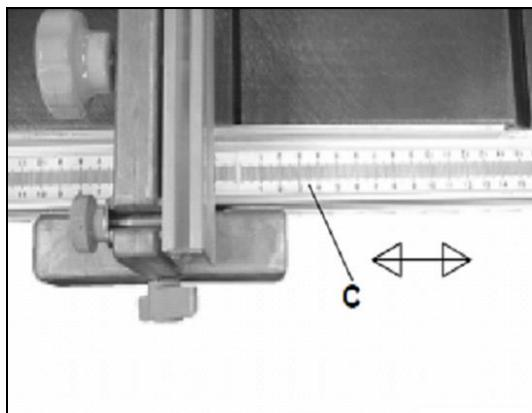

**Fig 11**
Die Mutter (A, Fig 11) lösen, die Schraube (B) justieren.